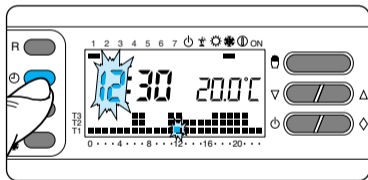

Fig. 18
**3.4** -Premere il pulsante (fig. 18).